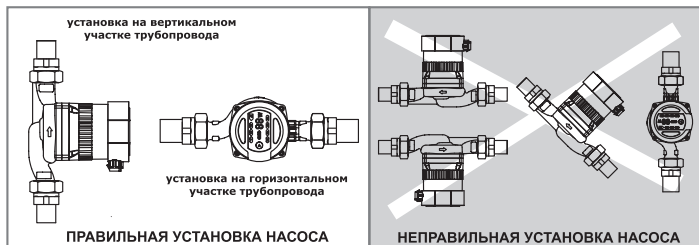

Рис.2 Установка циркуляционного насоса.
6.1.5. Вал двигателя циркуляционного насоса должен располагаться строго в горизонтальном положении (см. Рис.2).